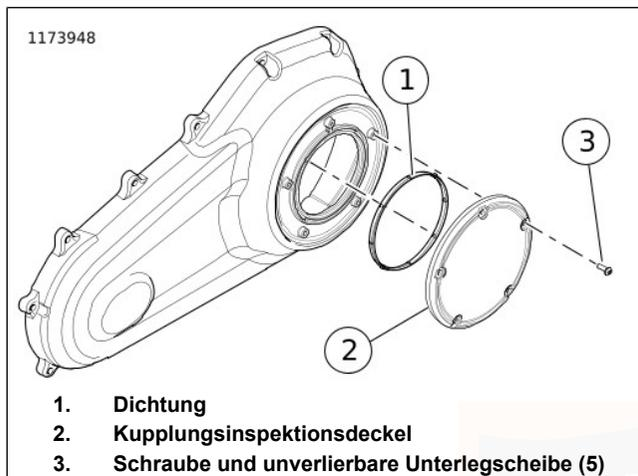
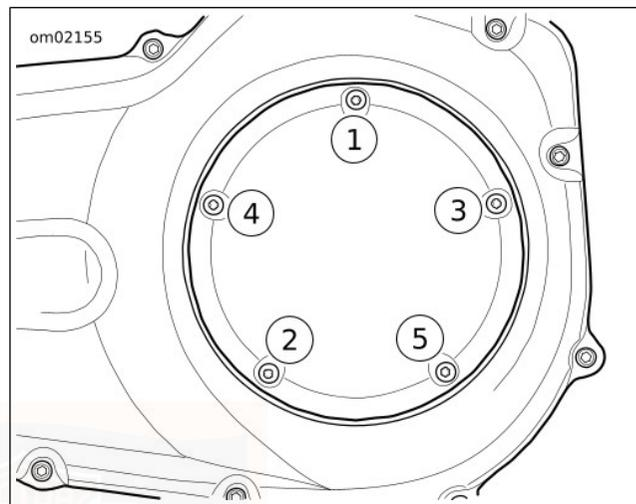

Abbildung 62. Kupplungsdeckel (Typisch)
Abbildung 63. Anzugsreihenfolge für Kupplungsdeckel
6. Siehe Abbildung 62. Schrauben (3) und Kupplungsinspektionsdeckel (2) entfernen.
7. Dichtung (1) entfernen. Das Öl aus dem Primärkettengehäusedeckel und der Nut im Inspektionsdeckel abwischen.
- Siehe Abbildung 62. Bringen Sie eine **neue** Dichtung (1) in der Nut in der Abdeckung an.
- Den Kupplungsinspektionsdeckel (2) mit Schrauben und unverlierbaren Unterlegscheiben (3) sicher befestigen.
- Siehe Abbildung 63. In angegebener Reihenfolge anziehen.